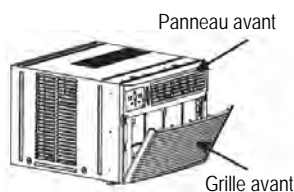

FIG. 1
1. Tirez la grille avant vers le bas et retirez le filtre. (Voir la figure 1.)